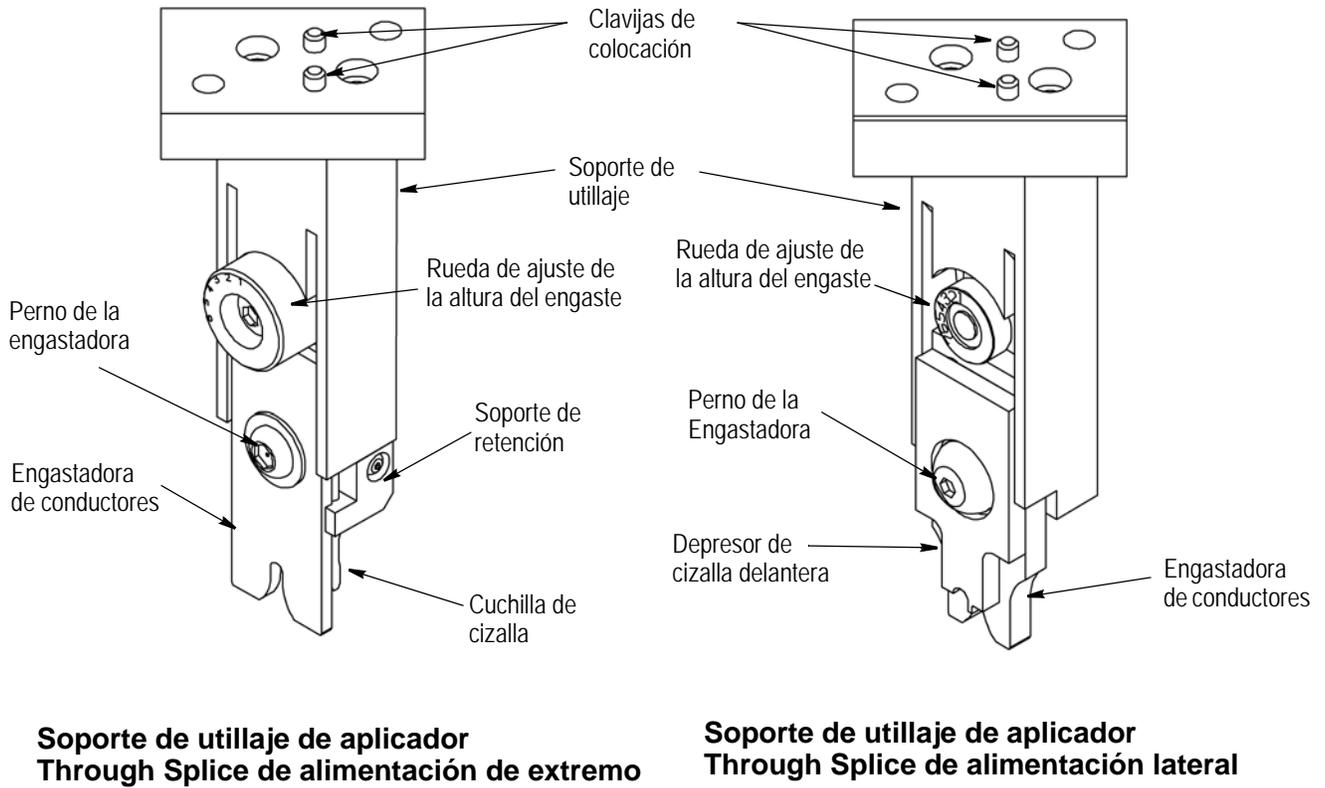

Figura 4
El soporte de utillaje se fija a la corredera de la prensa AMP 5K/40 Through-Splice con dos tornillos. El soporte de utillaje tiene unas clavijas de colocación (Figura 4) para facilitar su ubicación en la corredera de la prensa. Las clavijas de colocación facilitan el cambio del utillaje.
El soporte de retención (consulte la Figura 4) se acopla a la corredera y, con el soporte acoplado, sujeta el terminal en su posición durante el proceso de engaste y cizalla.
1. Coloque el soporte en la parte inferior de la corredera de la prensa mediante las clavijas de colocación que se indican en la Figura 4.